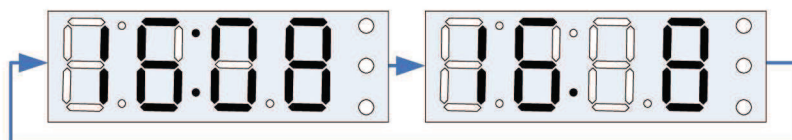

Рис. 21 – Пример режима корректировки десятков минут.
2.5.5 При этом выбранный разряд, периодически мигает. Для примера на Рис. 21 выбран разряд для корректировки десятков минут (время 16 часов 8 минут).